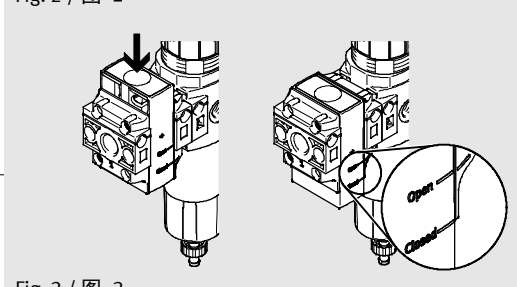

Fig. 3 / 图 3
2. Schieber des Einschaltventils nach unten drücken bis die Stellung „Open“ erreicht ist (→ Fig. 3).